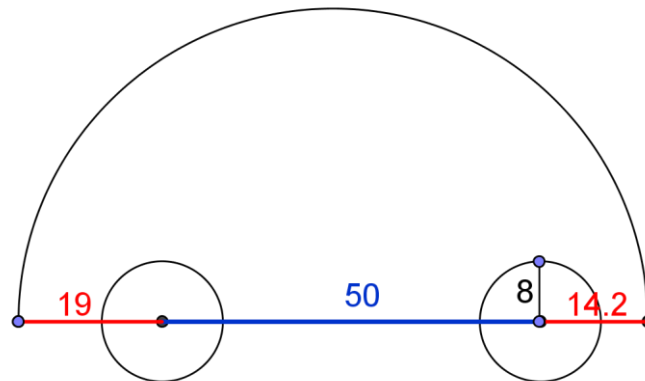

Abb. 4
**Aufgabe 7.** Ist es möglich mit einem Auto, welches die Eigenschaften des Modells in Abb.4 besitzt, über eine 28° Rampe hinaufzufahren?